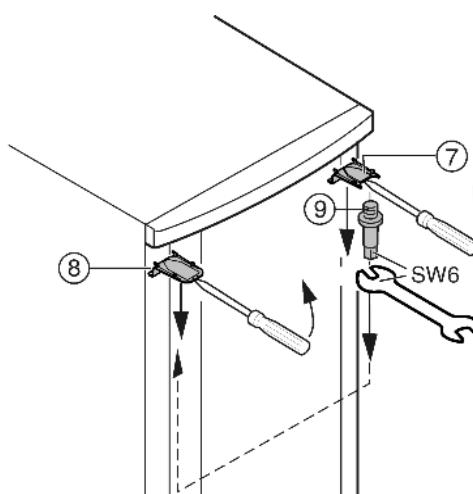

Fig. 6
- Верхнюю крышку Fig. 6 (7) и крышку Fig. 6 (8) с помощью отвертки выведите вперед из фиксатора и снимите, наклоняя вниз.
- ▶ Выкрутите опорный палец Fig. 6 (9) и вкрутите на противоположной стороне (**с моментом 4 Нм**).
- ▶ Снова установите крышку Fig. 6 (7) на стороне опорного пальца: насадите сзади, защелкните спереди.
- ▶ Установите крышку Fig. 6 (8) на противоположной стороне: насадите сзади, защелкните спереди.
- ▶ Подвесьте верхнюю часть двери на опорный палец Fig. 6 (9).